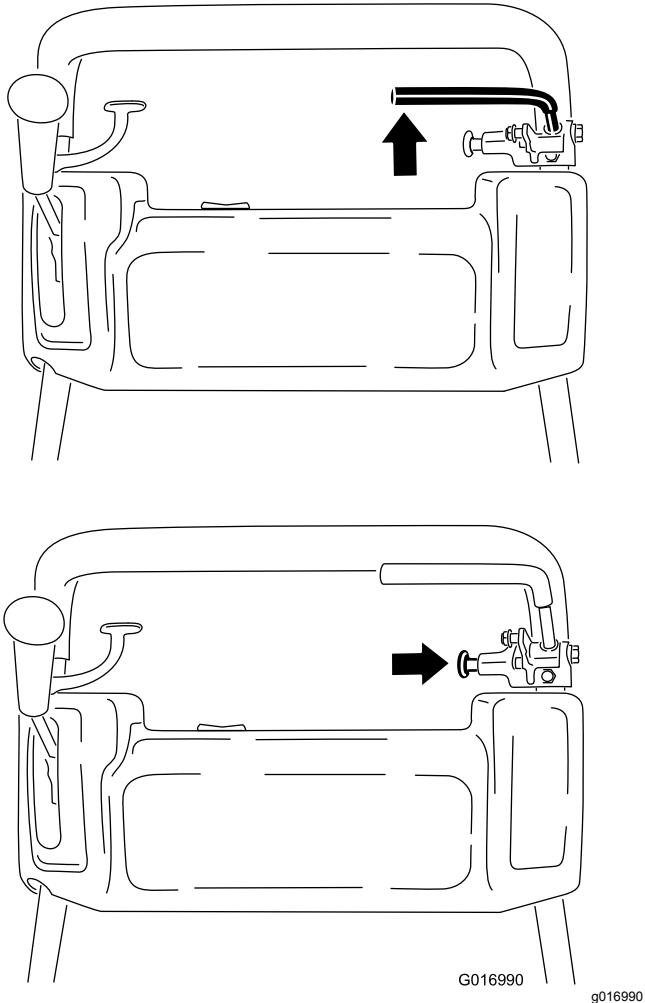

Figura 32
- Inserite il freno di servizio, premete la manopola del freno di stazionamento consentendo al freno di servizio di poggiare sul perno del freno di stazionamento (Figura 32).